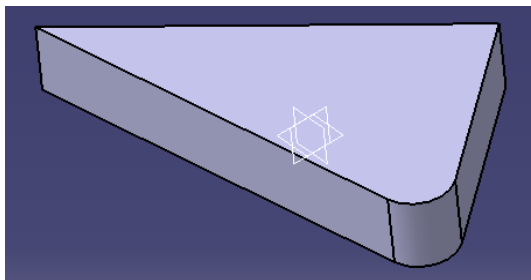

图 3-21
(3) Radius 输入 10mm，鼠标放到模型中一个角的高度线后双击，Object(s) to fillet 自动输入该面的属性，然后点击 OK 键，生成一个半径为角的 10mm 倒圆（见图 3-21）。